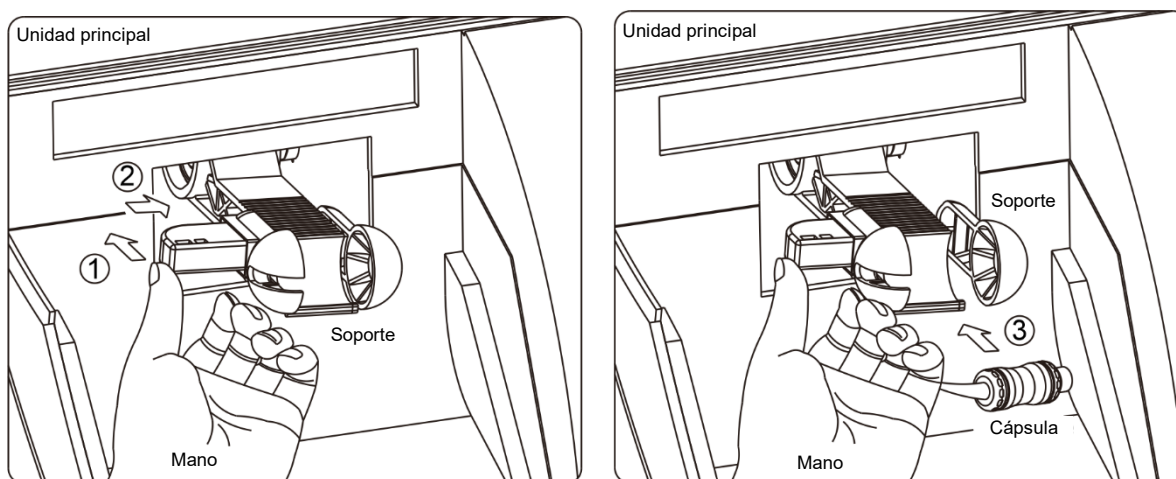

Figura 3
- 4) Abra la cubierta de protección transparente y coloque la cápsula en el soporte del mezclador; a continuación, cierre la tapa, tal como se muestra en la figura 3.